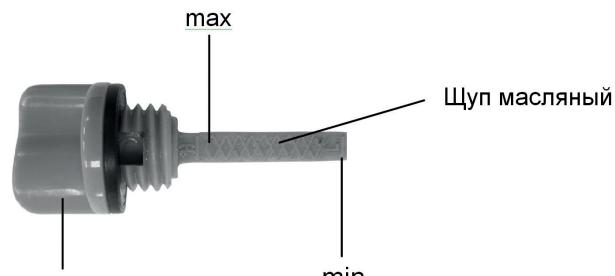

Рис. 8
3. Извлеките щуп и проверьте уровень масла. Он должен находиться между верхней и нижней отметкой контрольного щупа ближе к верхней отметке (max) (Рис.8). В случае необходимости долейте свежее моторное масло;